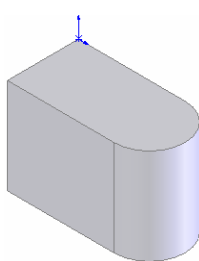

图 5-37 圆角后图形
⑦ 确认圆角特征。单击“圆角”属性管理器中的“确定”图标按钮,结果如图 5-37 所示。